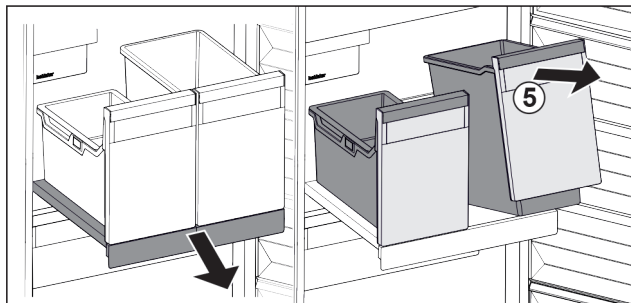

Fig. 29
- ▶ Приподнимите контейнеры Fig. 29 (5) спереди.